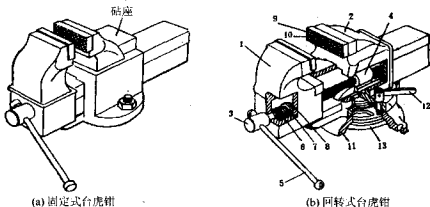

图 1-1-2 台虎钳
(2) 台虎钳（见图 1-1-2）它是用来夹持工件的通用夹具，有固定式和回转式两种结构类型。图 1-1-2b 为回转式台虎钳，其构造和工作原理说明如下：